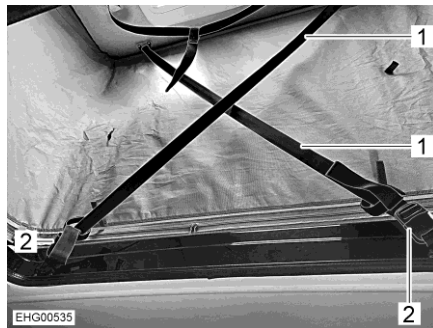

Bild 54 Vindsäkring
- Dra ut båda säkerhetsremmarna helt (Bild 54,1).
- Haka fast säkerhetsremmarna diagonalt på bältlåsen (Bild 54,2).